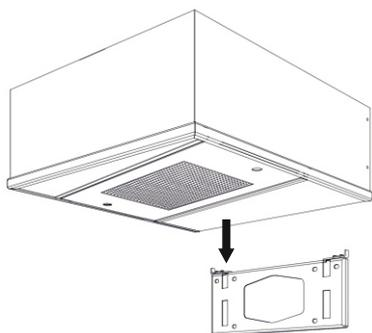
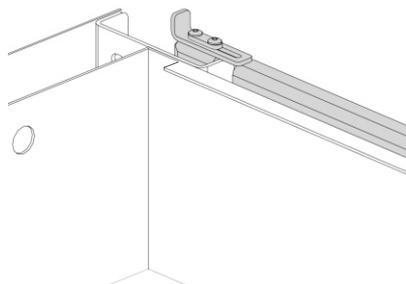

Рис. 5
Рис. 6
- 5 Повесьте обливное устройство на монтажную пластину (рис.5). Фиксация обливного устройства к монтажной пластине осуществляется за счет сцепления крючков на корпусе обливного устройства с пазами в монтажной пластине. При установке обливного устройства на монтажную пластину страховочные задвижки не должны перекрывать верхний паз в монтажной пластине. После установки обливного устройства убедитесь, что верхняя грань монтажной пластины совпадает с верхней гранью корпуса обливного устройства, и передвиньте страховочные задвижки как показано на (рис. 6).